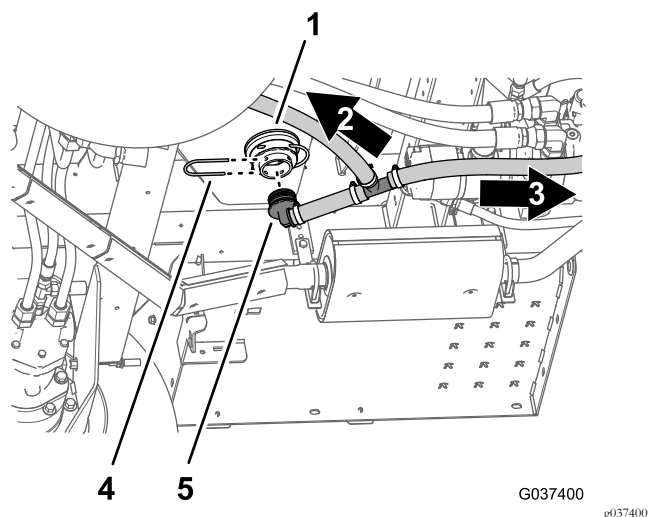

Figura 28
1. Rimuovete il fermo che fissa il raccordo del flessibile a 90° al raccordo dell'adattatore nella parte inferiore del serbatoio dell'irroratrice (Figura 28).
2. Rimuovete il raccordo del flessibile a 90° dal raccordo dell'adattatore (Figura 28).